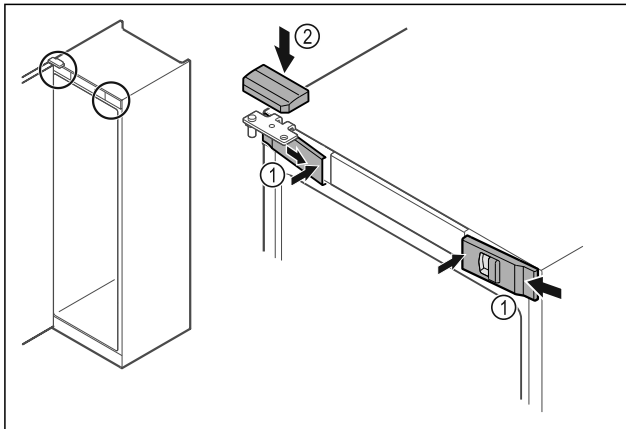

Fig. 52
- Futni nga anash kapakët mbulues të përparmë Fig. 52 (1) dhe mbërthejini nga brenda.
- Mbërtheni nga lart kapakun mbulues të sipërm Fig. 52 (2).